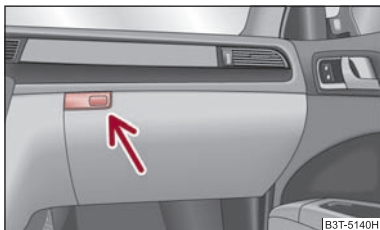

Fig. 103 Cuadro de interruptores:
- Presione la tecla ⇒ fig. 103 - la tapa se abatirá hacia abajo.